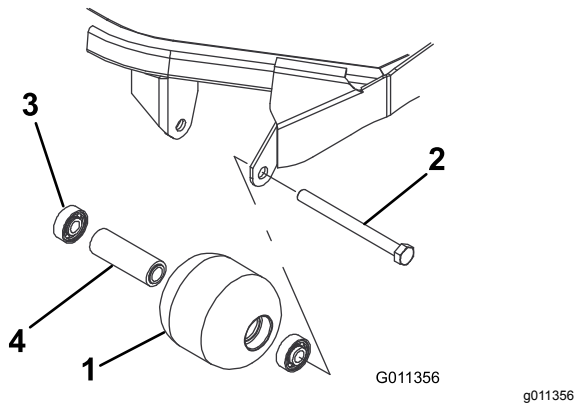

Figura 99
1. Retire el perno de montaje del rodillo (Figura 99).
3. Introduzca a presión el segundo cojinete en el alojamiento del rodillo (Figura 99) haciendo presión igualmente sobre el anillo de rodadura interior y el exterior hasta que el anillo de rodadura interior entre en contacto con el espaciador.
4. Inspeccione el alojamiento del rodillo, los cojinetes, y el espaciador del cojinete (Figura 99).
1. Introduzca a presión el primer cojinete en el alojamiento del rodillo (Figura 99). Haga presión solamente sobre el anillo de rodadura exterior, o de forma igual sobre el anillo exterior y el interior.
2. Introduzca el espaciador (Figura 99).